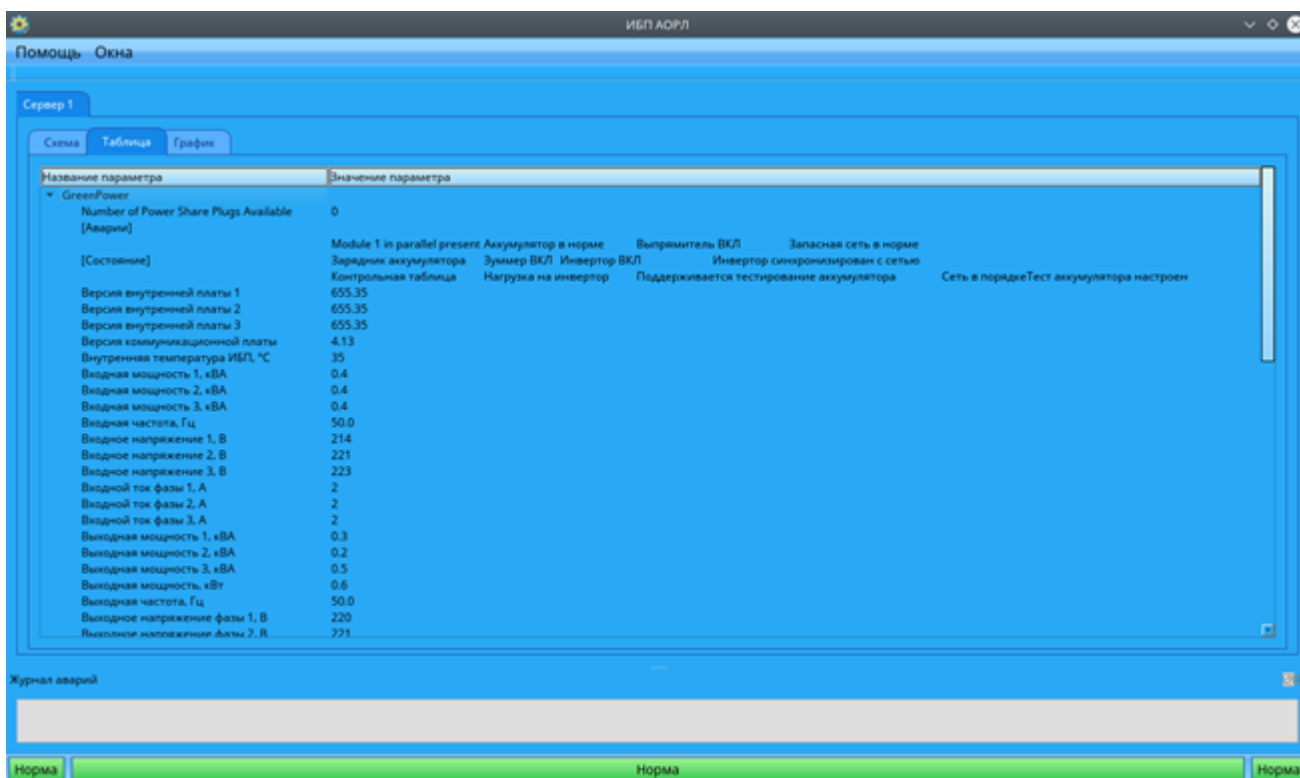

Рисунок 13. Вид вкладки «Таблица»
3.3.3.1 На вкладке «Таблица» приведены значения всех параметров (рисунок 13).